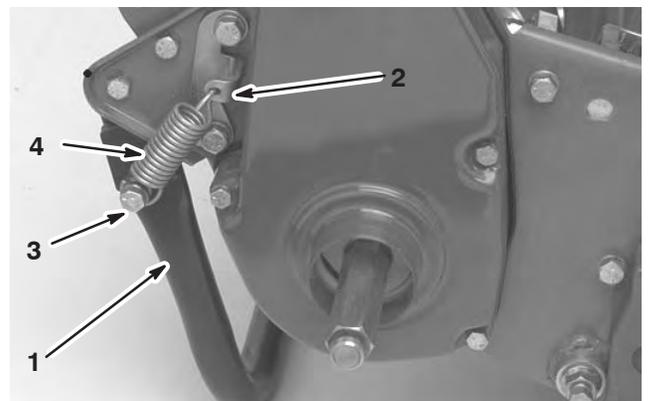

Bild 3
1. Haken Sie die Feder in das Loch an der Federhalterung und an der Federbefestigung ein. Richten Sie gleichzeitig den Ständer mit den Befestigungslöchern am hinteren Rahmen aus (Bild 3).
2. Montieren Sie den Ständer an jeder Seite des Rahmens mit einer Kopfschraube, einer Sicherungsscheibe, einem Distanzstück und einer Sicherungsmutter (Bild 3). Legen Sie das Distanzstück in das Befestigungsloch des Ständers ein.